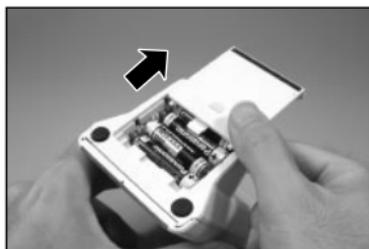

Abb. 3
- ① Batterien nach Zurückschieben der Batteriefachabdeckung auf der Rückseite des Geräts in Pfeilrichtung herausnehmen. (Abb. 3)